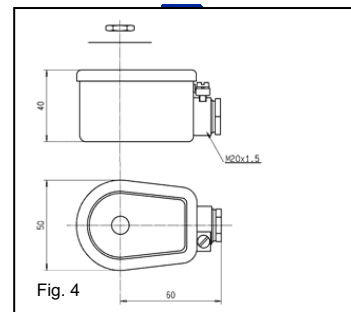

Fig. 4
**CAIXA À PROVA DE ÁGUA 4538 (Fig. 4)**